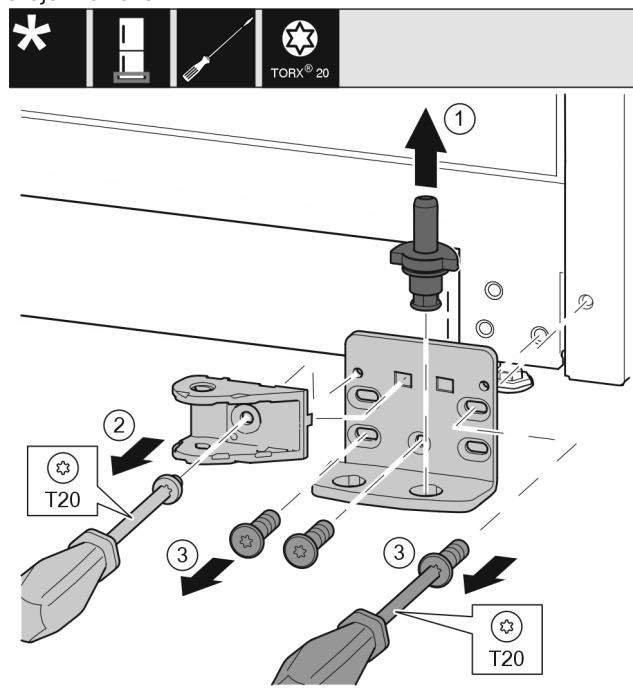

Fig. 44 *
- Ložiskový čep Fig. 44 (1) celý vytáhněte nahoru.*
- Šroubovákem vyšroubujte šrouby Fig. 44 (2) a sejměte spojení tlumiče zavírání.*
- Šroubovákem vyšroubujte šrouby Fig. 44 (3) a sejměte stojan ložiska.*